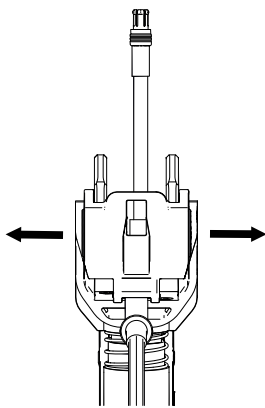
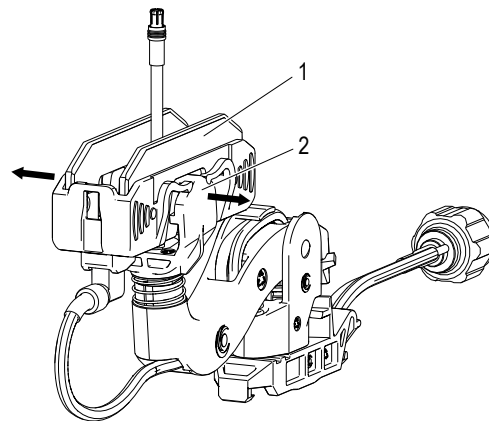

Abb. 175: Wippe vom Gelenk demontieren
Abb. 176: Wippe inkl. Schleifkontakt (1) und Gelenk (2)
→ Wippe (1) vom Gelenk (2) demontieren (siehe Abb. 175 und Abb. 176). Evtl. einen Schlitzschraubendreher $\leq 3,0$ zu Hilfe nehmen.